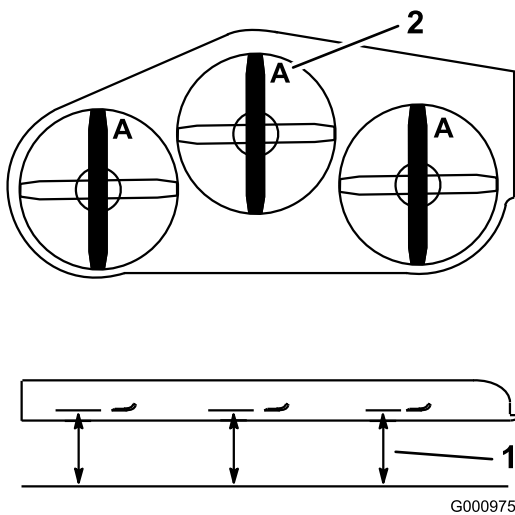
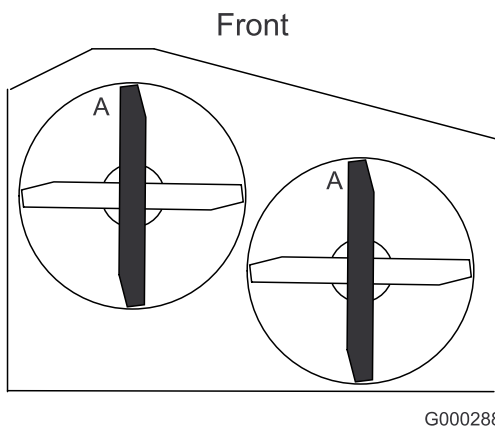

Figure 72
Figure 73
3. Tournez les lames dans le sens longitudinal. Mesurez la distance entre la surface plane et le tranchant (position **A**) des lames (Figure 72) et notez cette valeur. Pour les plateaux de coupe 36 pouces, reportez-vous à la Figure 73.